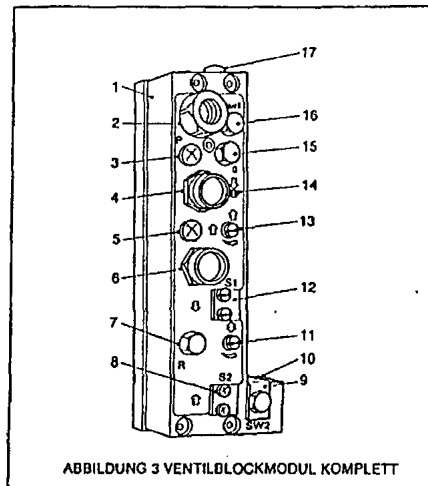

ABBILDUNG 3 VENTILBLOCKMODUL KOMPLETT
STEUERVENTIL (ABBILDUNG 3)
(8) von der HCU lösen, um innerhalb der HCU einen möglichst geringen Widerstand zu erreichen.
(13), Abbildung 3, vollständig öffnen.
(11), Abbildung 3, schließen.
Druckluftversorgung anschließen und (6), Abbildung 3, betätigen.
Mit Hilfe von (11), Abbildung 3, mehrere Probebohrungen durchführen, um den idealen Vorschub und die Einstellungen der HCU zu ermitteln.